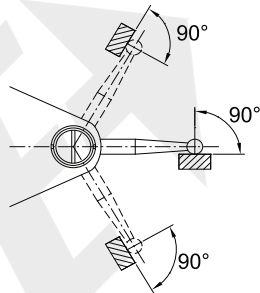
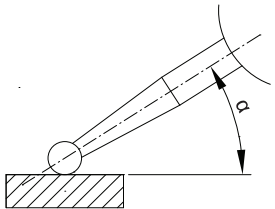

Abb.4
Abb.5
2. Während der Messung sollten die Tastereinsätze senkrecht zur Messrichtung stehen (Abb.4). Wenn der Tastereinsatz in einem Winkel zur Messrichtung steht (Abb. 5), muss folgende Korrektur vorgenommen werden.